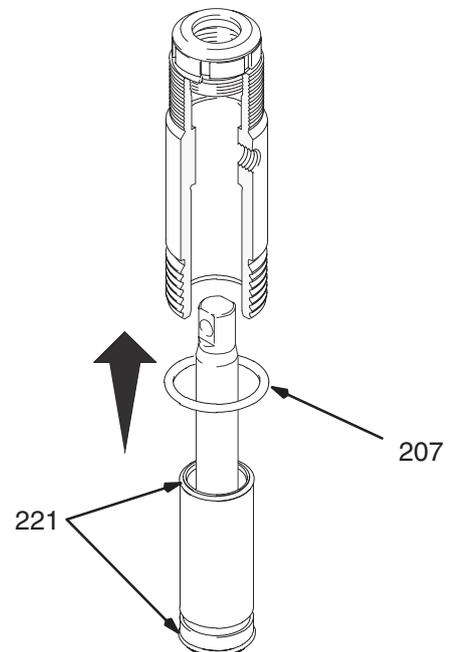

Fig. 17
Fig. 17. Engrase las juntas tóricas (221) y colóquelas en el manguito. Deslice el conjunto del manguito/eje del pistón en la parte inferior del cilindro. Si lo desea, reemplace la junta tórica (207).
Fig. 17. Deslice el conjunto del pistón hasta el fondo del manguito. Compruebe que la empaquetadura en V y la copela en U no están enrolladas o dañadas. Mark IV: Instale la junta tórica (231) en el espaciador del manguito (230). Instale el espaciador del manguito en el manguito.